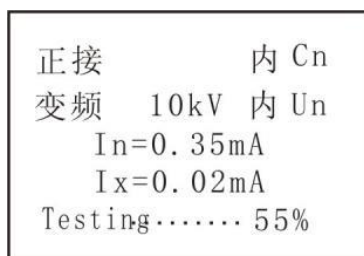
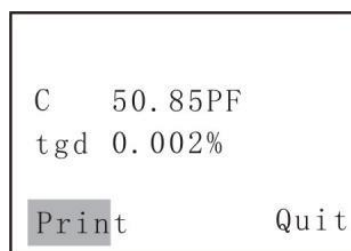

图 23 测量过程中
图 24 测量结果
4、测试：当光标在启动位置时，按“**确定**”键并保持大约 5 秒钟，当声光报警出现后，松开“**确定**”，测试加压过程启动开始。测试过程中显示的画面如图 23 所示，当下面的进程到 100%时候测试完毕，然后显示测量结果见图 24 所示，此时光标指示“print”（打印）图标，按“**确定**”键打印报告，打印结果如图 25。如果选择“Quit”（退出），返回主菜单。